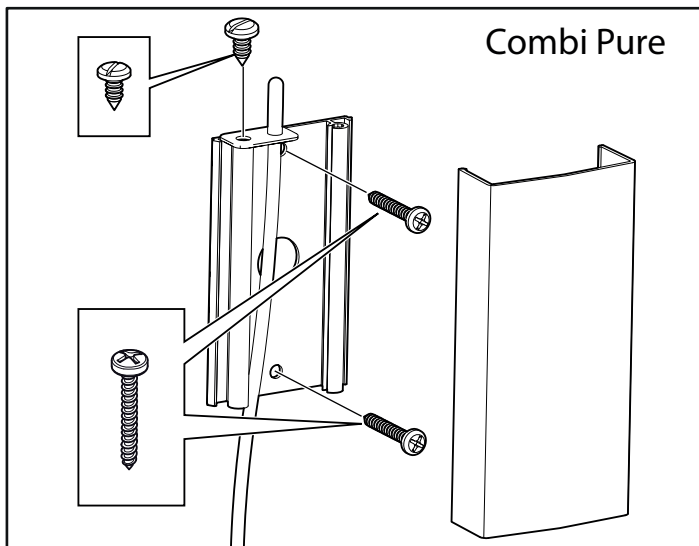
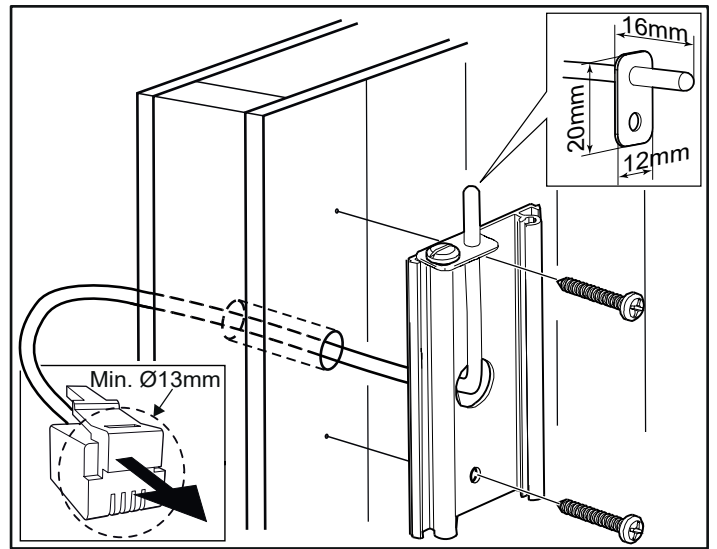

Fig 14: Montering av sensorn - Combi Pure
Fig 16A: Ledningsdragning genom vägg. Exemplet visar sensorn för Combi Pure.
12. Montera sensorn på väggen se Fig 14 och 15. Termistorledningen kan även dras igenom väggen, se Fig 16A och 16B. Täta eventuella hål i väggen bakom sensorn. Termistorledningen kan förlängas utanför bastun med svagströmsledning (2-, 4-ledare).